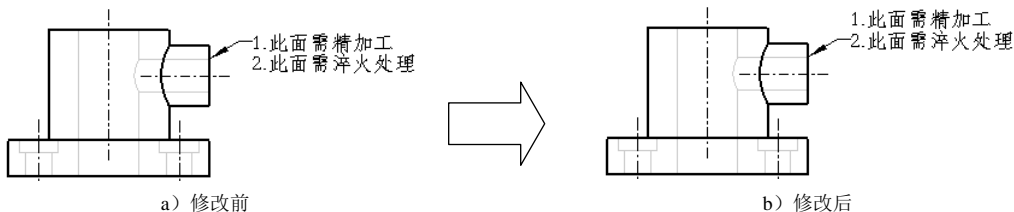

图 5.3.19 修改指引行数
- 一般对于系统自动生成的注解，这种修改不起作用，即只可以在手动创建注解时，在输入文本时通过输入文本“@0”来改变引线的指引，下面以图 5.3.19 的修改结果为例，详细介绍修改的过程。